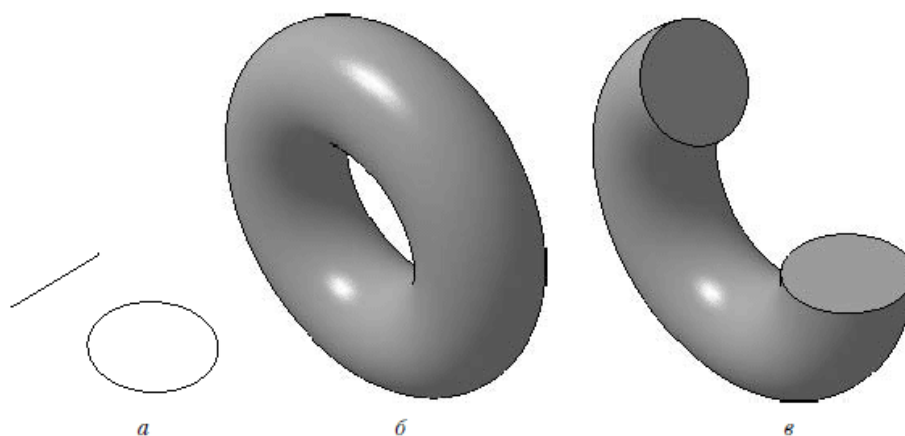

Рис. 3.6. Вращение: эскиз (а), полное вращение (б), вращение на угол меньше 360° (в)
- *Вращение.* Формообразующий элемент является результатом вращения эскиза (рис. 3.6, *а*) в пространстве вокруг произвольной оси (рис. 3.6, *б*). Вращение может происходить на угол 360° или меньше (рис. 3.6, *в*). Обратите внимание, ось вращения ни в коем случае не должна пересекать изображение эскиза!